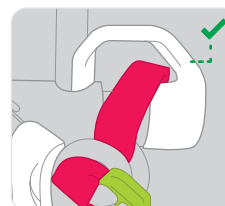

Figura 8
- Asegúrese de que la guía del cordón de liberación no está dañada (consulte la figura 8).